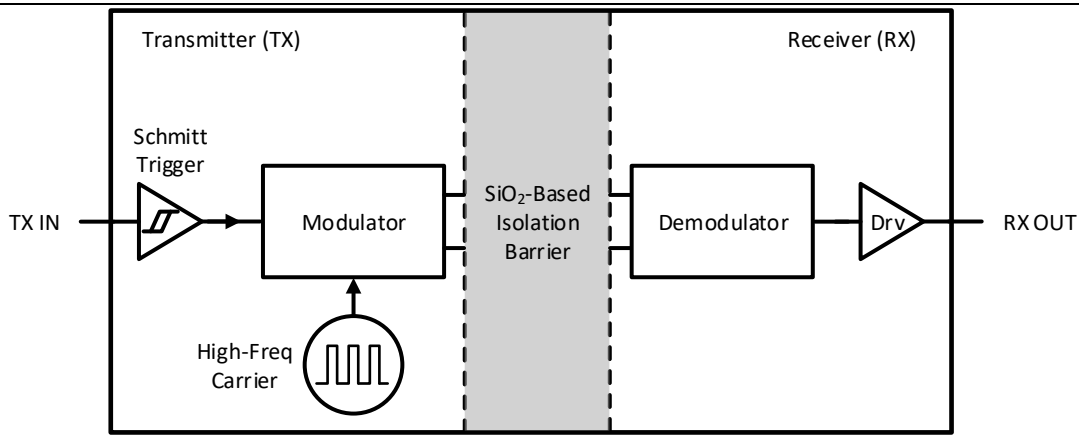
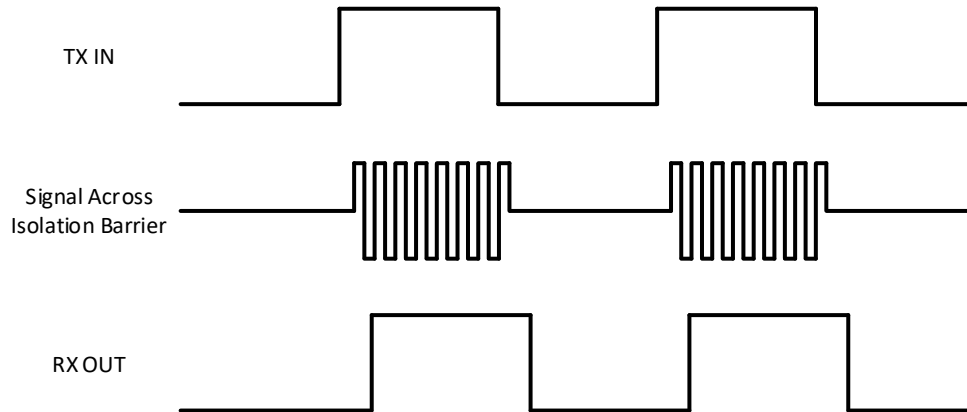

图 9-2 隔离通道的框图
图 9-3 OOK 调制方案的工作波形示意图
CA-IS1300x 器件使用简单的开关键控 (OOK) 调制方案在基于二氧化硅的隔离层之间传输信号。该隔离层支持高低压域之间高达  $5 kV_{RMS}$  的电气隔离。隔离通道的框图如图 9-2 所示。如图 9-3 所示，当数字位流为高电平时，发射机 (TX) 通过高频载波对其进行调制，当数字位流为低电平时则不调制。接收机 (RX) 解调通过隔离层的信号并将其准确地恢复成数字位流。隔离通道采用全差分电容耦合架构，对共模瞬态噪声不敏感，因此可以最大化 CMTI 性能。该结构和相关电路同时提供低辐射和高磁场抗扰度。